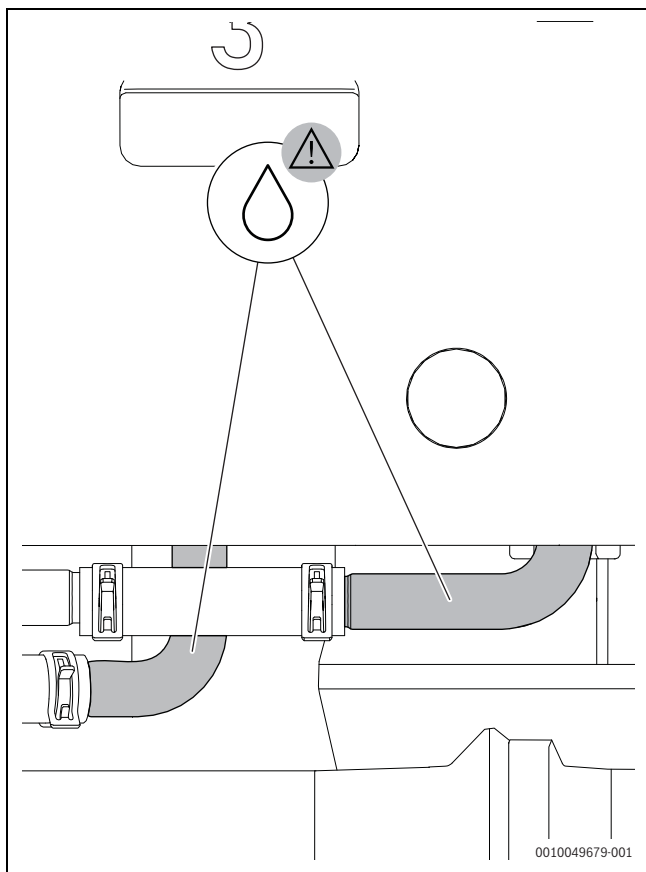

Fig. 24 Țevi care necesită izolare atunci când regimul de răcire este utilizat sub punctul de condensare
- ▶ Pentru a evita breșele termice, instalatorul trebuie să izoleze țevile termice (vezi → Fig. 24 "Țevi care necesită izolare atunci când regimul de răcire este utilizat sub punctul de condensare").